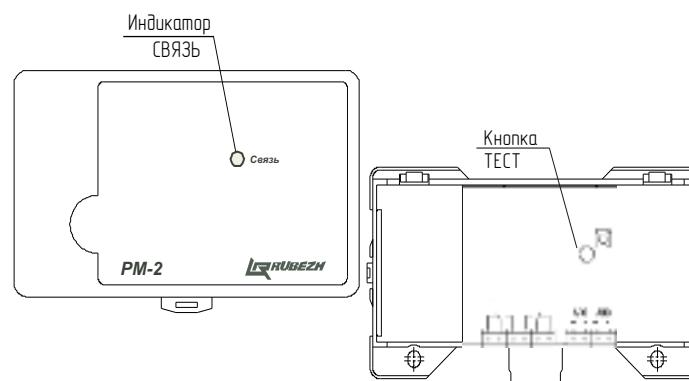

Рисунок 1
5.2 Конструктивно релейный модуль выполнен в виде блока, состоящего из пластмассового корпуса (основание крышка), внутри которого размещена плата с радиоэлементами (Рисунок 1).
7.5 Для конфигурирования релейного модуля, подключенного к АЛС, начальный адрес которого неизвестен, необходимо зайти в меню прибора, выбрать пункт **Настройка (Конфигурация) => Сервис => Адресация устройства** и нажать кнопку **ТЕСТ** на релейном модуле (Рисунок 1). На экране прибора откроется меню параметров релейного модуля: